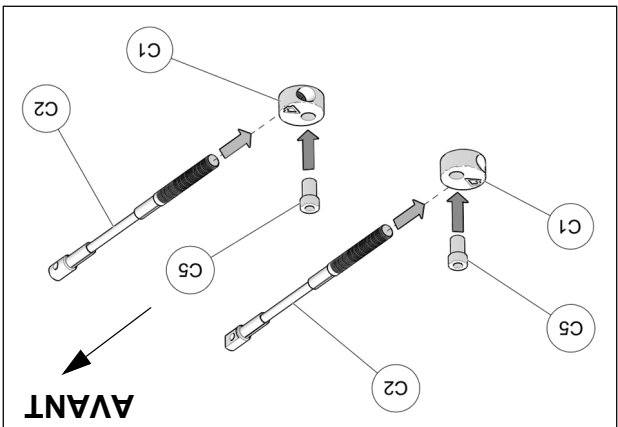

Fig. 15
7. Assembler les câbles des limiteurs de conduite (C2), les disques en aluminium (C1) et les bagues espaceurs (C5) tel que montré à la Fig. 15